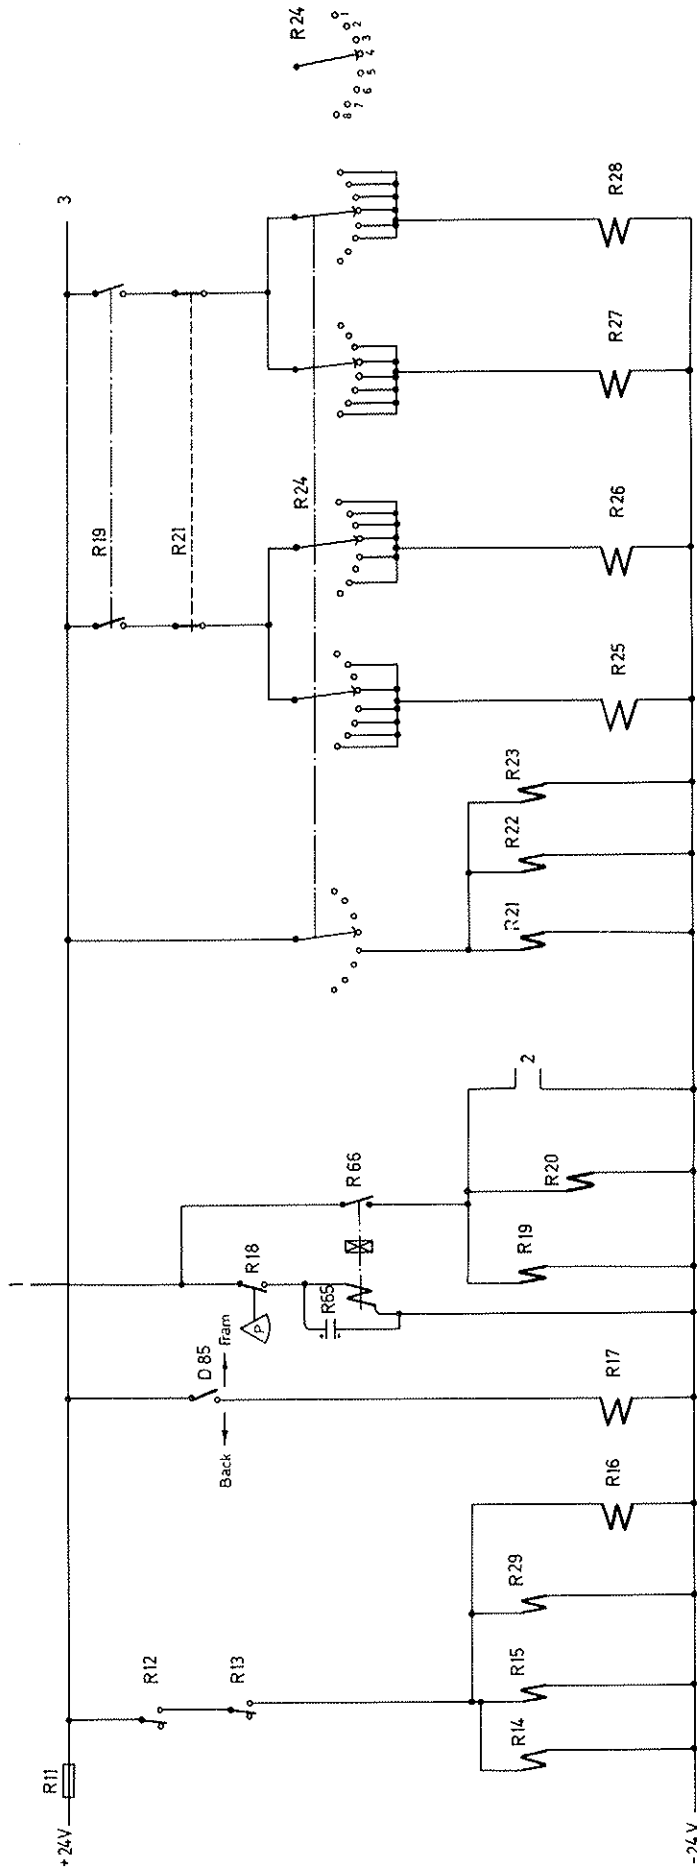
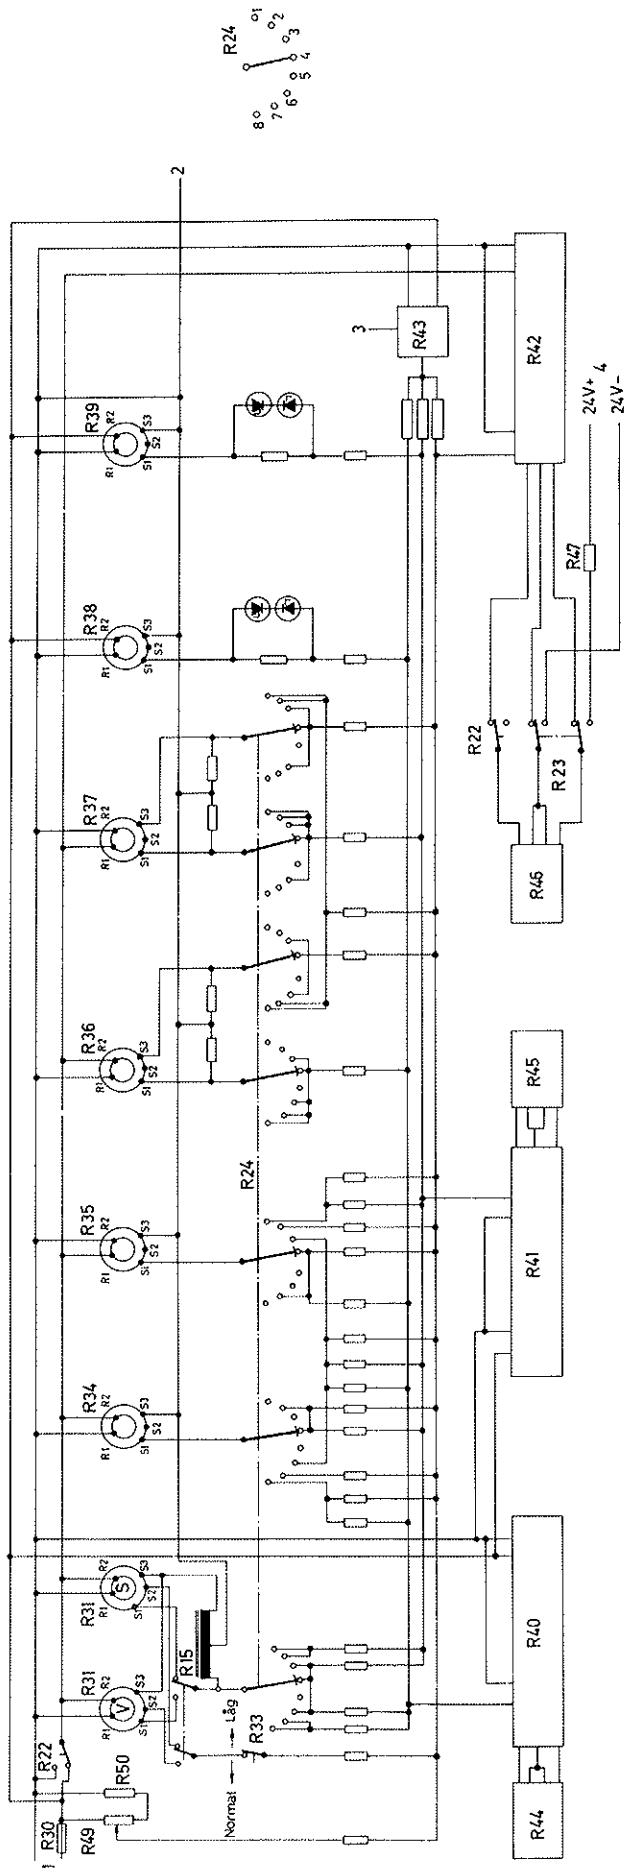
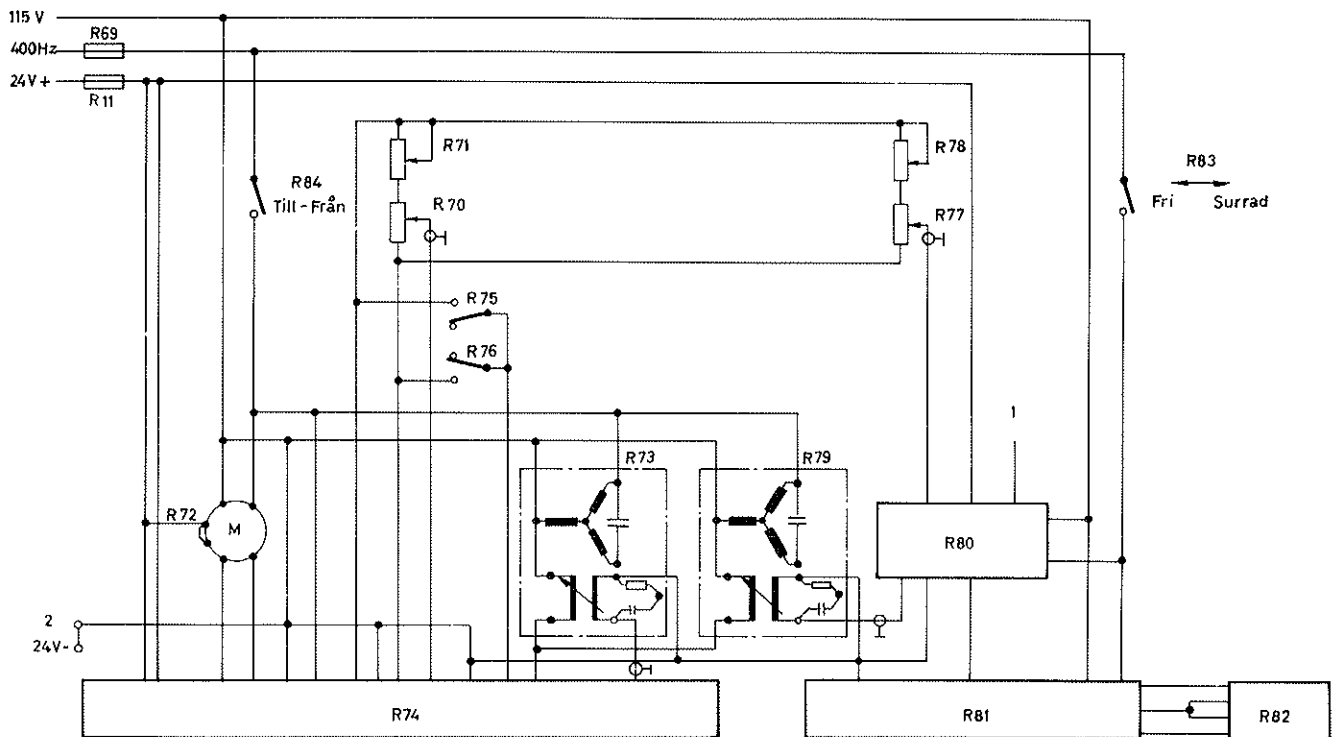

Bild 100. Manöverkretsar, principalschema
Bild 101. Elgonkretsar, principalschema
Bild 102. Observationshuvens riktretsar, principschema
Omkopplaren R24 ingår dels i Manöverkretsar, dels i Elgonkretsar. Den har åtta olika lägen och används för in- och urkoppling av höjdriktssystemet. Med omkopplaren kan man också koppla bort ett eller två ändbärhjul från höjdriktssystemet. När omkopplaren står i läge 4 (bild 100) är höjdriktssystemet inkopplat. Ställer man omkopplaren i läge 5 får reläspolarna R21, R22 och R23 ström, och därmed blir höjdriktssystemet helt bortkopplat. Relät R21 bryter strömmen till kopplingsmagneterna R25, R26, R27 och R28. Därvid stängs hydraulventilerna vid de fyra ändbärhjulets fjäderdon. Relät R22 bryter matningen till styrdons- och pendelarmselgonerna samt
kretsen mellan förstärkaren R42 och styrmagneten R46, medan relät R23 kopplar över styrmagneten till likströmsnätet (bild 101).
Delsystemet är uppbyggt av åtta elgoner som kan avge styrsignaler, en anpassningsenhet där styrsignalerna förbehandlas, tre förstärkare där styrsignalerna görs kraftigare samt tre styrmagneter där styrsignalerna omvandlas till mekanisk rörelse (bild 101). De komponenter som på bilden saknar positionsnummer är i verkligheten placerade i anpassningsenheten R43. På bilden är de inritade i sina funktionssammanhang för att en tydligare bild av systemets uppbyggnad skall erhållas.
3. Se bild 101, Elgonkretsar och bild 102, Observations-
När omkopplaren R24 ställs i läge 5 bryts förbindelsen mellan förstärkaren R42 och styrmagneten R46. Till styrmagneten kopplas istället en fast signal från likströmsnätet, som håller injektionsventilen i tömningsläge. Vagnskroppen sjunker dock inte eftersom avstängningsventilerna vid fjäderdonen är stängda. Ställer man omkopplaren R24 i något av lägena 1, 2, 3, 6, 7 eller 8 är höjdriktanordningen fortfarande användbar, men ett eller två av ändbärhjulen på vagnens ena sida är avstängda och deltar inte i höjdriktarbetet. Dels stänger kopplingsmagneten vid aktuellt fjäderdon förbindelsen med de övriga fjäderdonen (bild 100). Dels bryts alla elgonsignaler (utom styrarmselgonens) till förstärkaren och styrmagneten för axialkolvpumpen på berörd sida (bild 101). Vissa elgonsignaler kopplas över från den ena förstärkaren till den andra (över andra motstånd) medan andra elgonsignaler når den ordinarie förstärkaren över ett annat motstånd och med förändrad styrka. Alla dessa omkopplingar syftar till att höjdriktssystemet skall fungera så bra som möjligt när ett eller två ändbärhjul måste stängas av på grund av skador.
3. Se bild 102, Observationshuvens riktretsar
4. Se bild 100, Manöverkretsar
Observationshuvens sidriktas med ett elektrohydrauliskt servosystem. För höjdriktning av topprismat i observationshuvens sikte används ett elektriskt servosystem. Delsystemet Observationshuvens riktretsar upptar de elektriska kretsarna för båda dessa servosystem. Delsystemet matas dels med 24 V likström över säkringen R11, dels med 115 V, 400 Hz växelström över säkringen R69 (bild 102).
1. Från vibrationsoscillator bild 101, Riktning